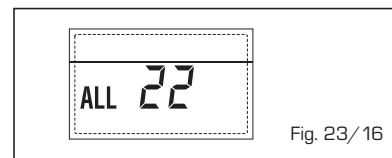

Fig. 23/16
– **ANOMALÍA AVERÍA Sonda IMPULSIÓN SEGUNDA ZONA MEZCLADA “ALL 23” (fig. 23/17)**